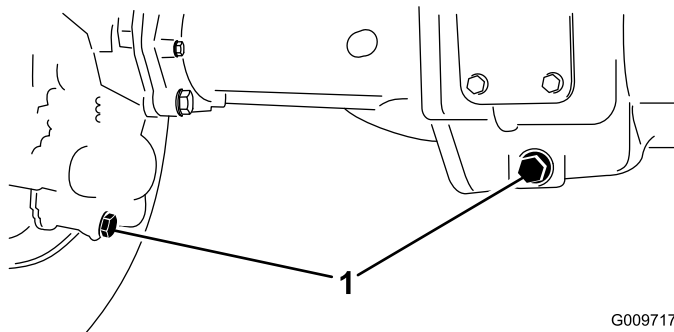

Рисунок 68
2. Очистите область вокруг трех сливных пробок, по одной на каждом конце и одной в центре (**Рисунок 68**).